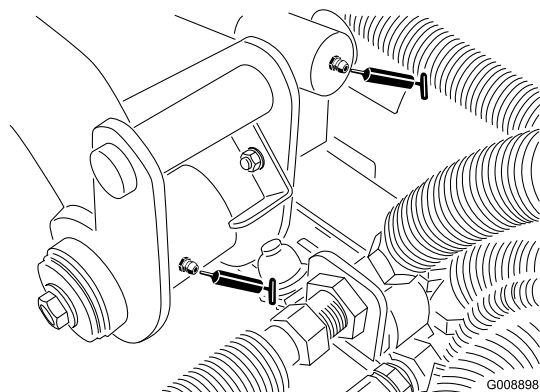

Figura 32
- Pivote y cilindro de elevación del brazo de elevación trasero (2) (Figura 32)